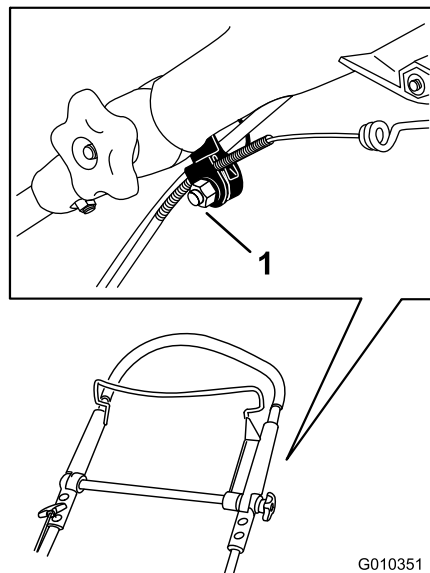

Bild 48
1. Lockern Sie die Mutter an der Kabelhalterung (Bild 48).